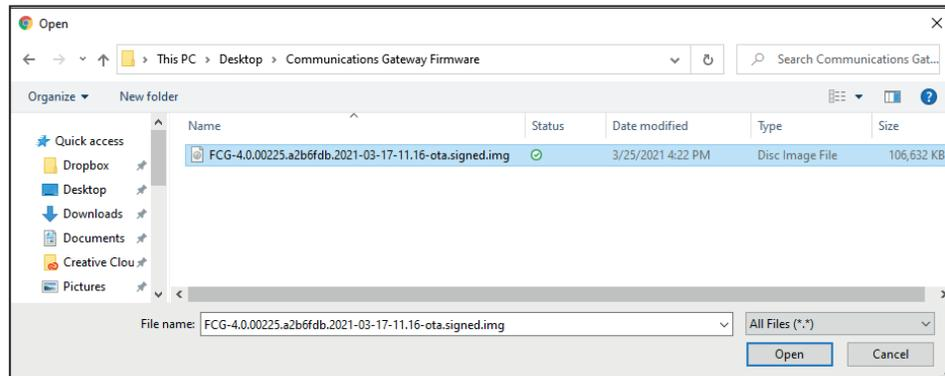

Figura 29. Cuadro de diálogo Abrir Archivo.
PASO 3. Se abrirá un cuadro de diálogo de Windows. Vea la Figura 29. Navegue hasta el archivo de firmware y selecciónelo. Dé clic en el botón **Open**.